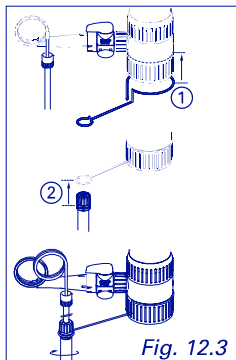

Fig. 12.3
- 3 Fix Jetpen™ holder (Fig. 12.3)
- 3 Jet-Pen™ Halterung montieren (Abb. 12.3)
- 3 Installer le support de bec (Fig. 12.3)